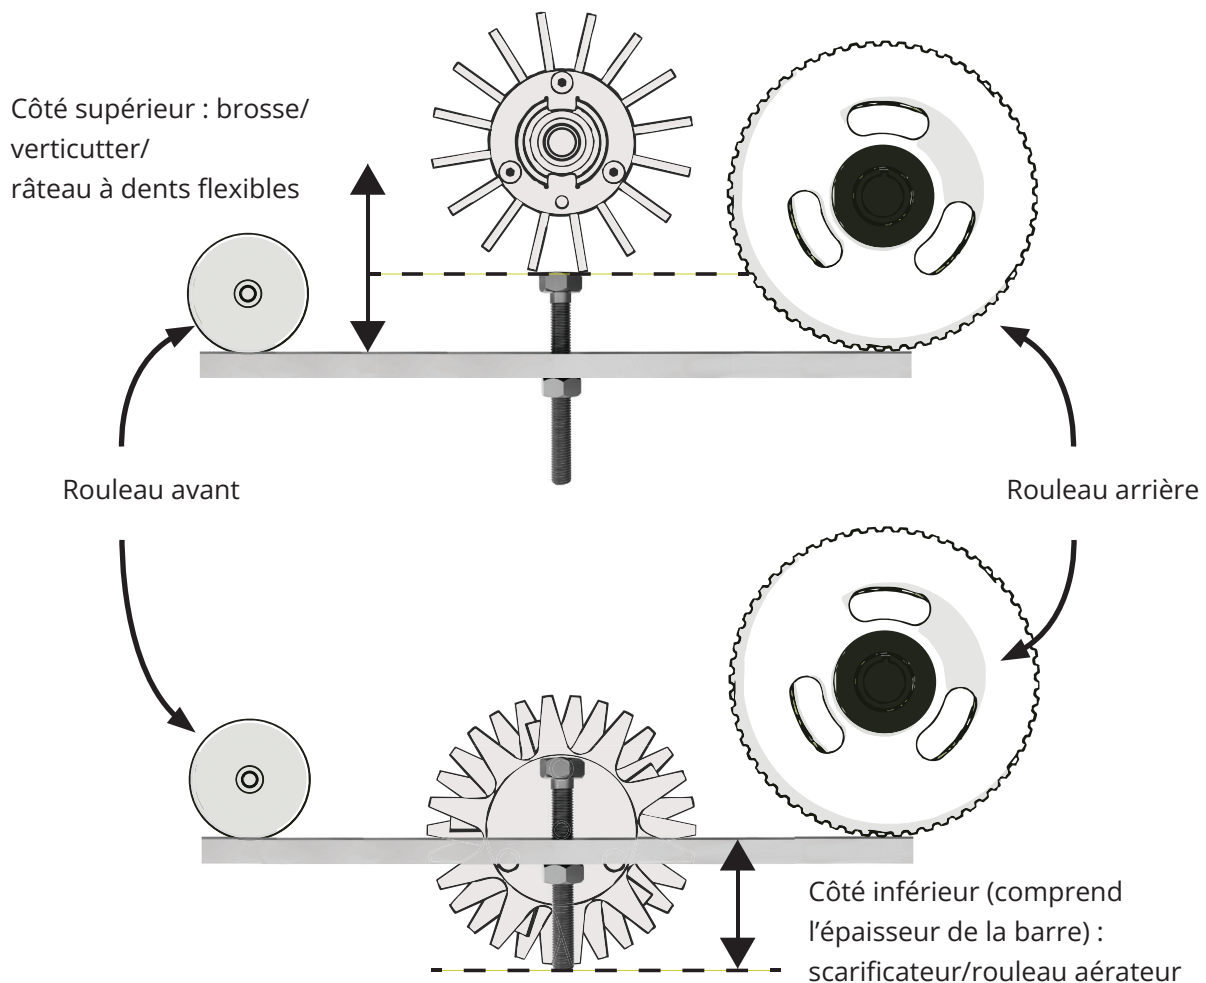

Fig.13 - Mesure à l'aide de la barre de réglage pour les cassettes situées au-dessus du niveau du sol ou en dessous.
au-dessus ou au-dessous de la barre de réglage (à la tête ou à l'extrémité du boulon, respectivement) soit celle voulue (Fig.13).
7. Tournez la roue dentée pour relever ou abaisser le rouleau avant. Lorsque vous procédez à cette opération, placez à nouveau la barre de réglage entre le rouleau avant et le rouleau arrière. Vous pouvez cesser le réglage quand l'extrémité des poils de la brosse ou des lames du verticutter est au même niveau que la tête du boulon, ou bien quand l'extrémité des lames du scarificateur ou des pointes du rouleau aérateur est au même niveau que l'extrémité du boulon. (Fig.13). Serrez légèrement l'écrou de serrage supérieur.